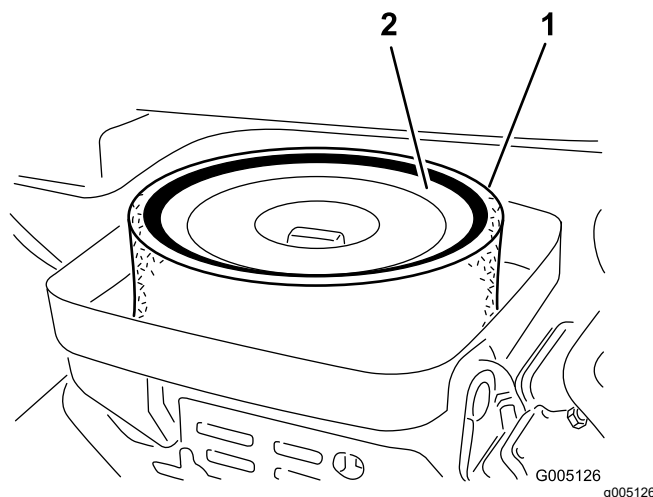

Bild 39
3. Entfernen Sie die Flügelmutter, mit der die Einsätze am Luftfiltergehäuse befestigt sind (**Bild 39**).
4. Nehmen Sie einen verschmutzten Schaumeinsatz vorsichtig vom Papiereinsatz ab (**Bild 39**). Reinigen Sie ihn gründlich wie folgt: